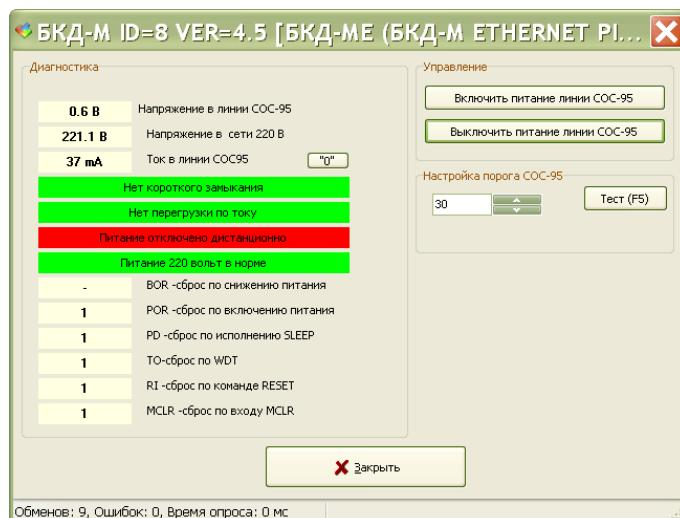

Рисунок 32 - Окно параметров БКД-МЕ
- 4) Выбрать найденный блок в таблице устройств и нажать кнопку «Тест». Откроется окно с параметрами блока (рисунок 32).